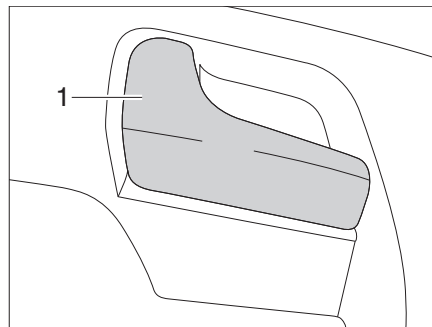

Bild 51 Türschloss Fahrtür, innen
- Am Griff (Bild 51,1) ziehen. Das Türschloss wird entriegelt.